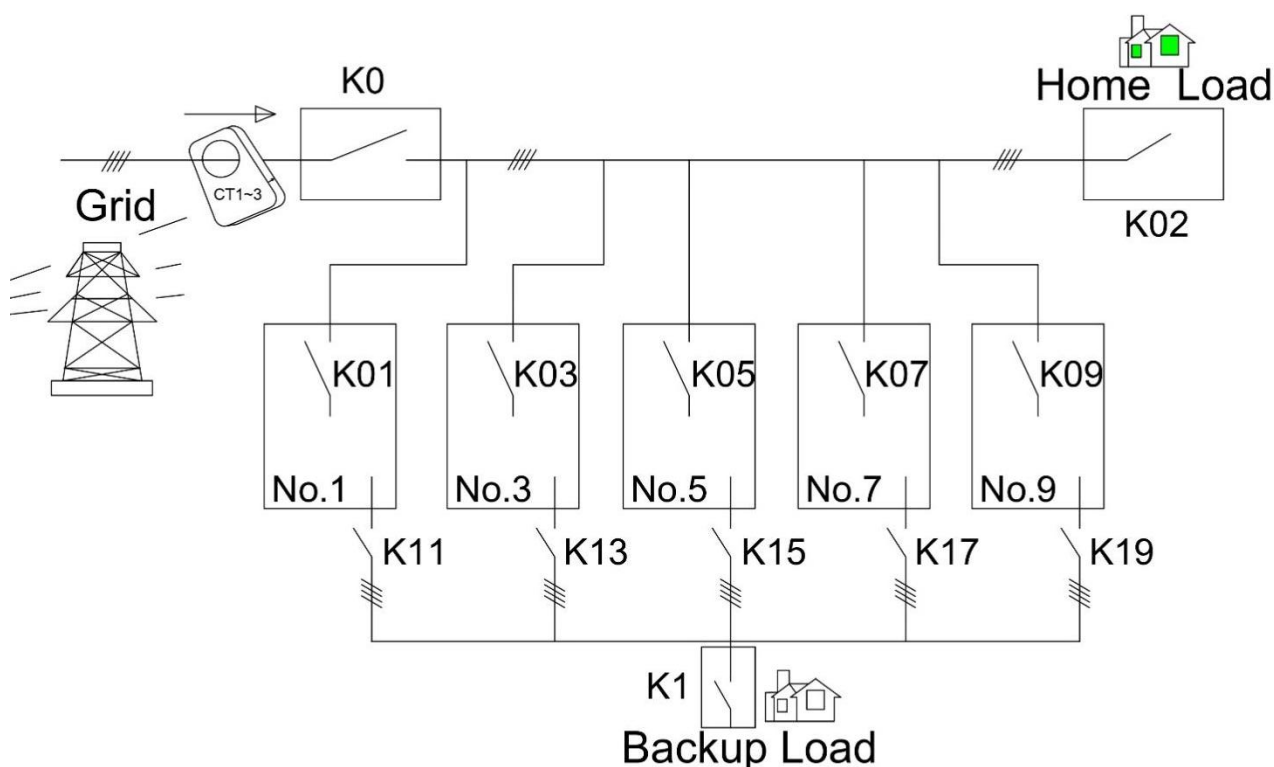

Figura 4.7 O diagrama de conexão de cinco inversores
A Figura 4.7 abaixo mostra o diagrama de conexão de cinco inversores (Nº 1, 3, 5, 7, 9). K0 é o disjuntor principal da rede elétrica. K11, K13, K15, K17, K19 são disjuntores de circuito de carga, K1 é o disjuntor de circuito de carga. K02 é um disjuntor de circuito de carga doméstica. Cada inversor tem seu próprio disjuntor de circuito da rede elétrica, respectivamente K01, K03, K05, K07, K09.
- a) Verifique se a conexão do cabo está correta, conforme mostrado na Figura 4.7 (para conexão BMS, conexão CT ou amperímetro, conexão da bateria e conexão do cabo de aterramento, consulte o capítulo anterior.) Verifique se as baterias positiva e negativa estão consistentes.